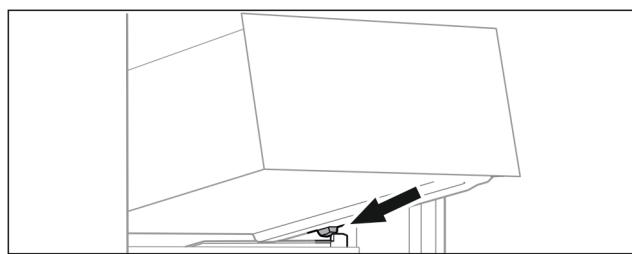

Fig. 35
- Встановити висувний ящик за стопорами на ребро для резервуару навколо. (див. Fig. 35)